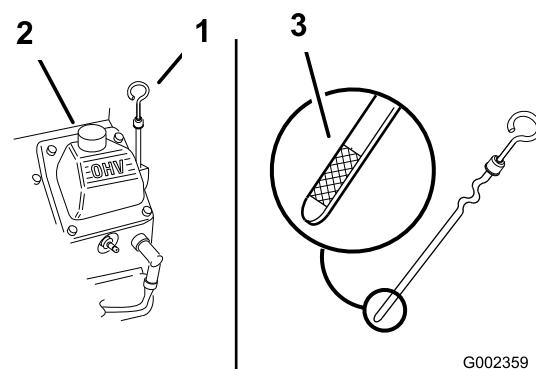

Figura 24
3. Limpie alrededor de la varilla de aceite (Figura 24) para impedir que caiga suciedad por el orificio y cause daños en el motor.
4. Retire la varilla de aceite y límpie el extremo (Figura 24).
5. Introduzca la varilla a fondo en el tubo de llenado (Figura 24).
6. Vierta lentamente un 80% aproximadamente de la cantidad especificada de aceite por el orificio de llenado (Figura 24).